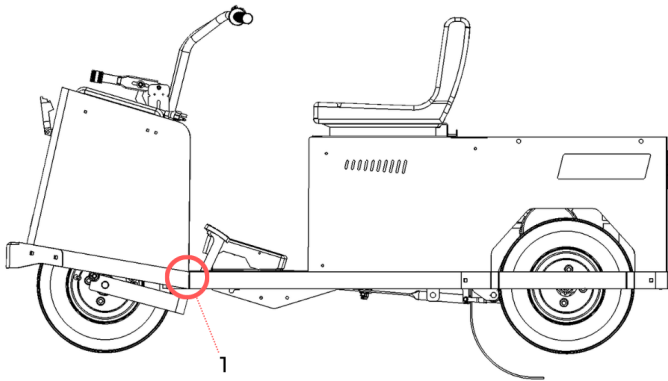

Figure 29. Coins des panneaux latéraux.
- Coins des panneaux latéraux (1) (des deux côtés). Il existe une possibilité de formation des fissures dans ces coins car ils subissent des contraintes importantes (voir Figure 29).